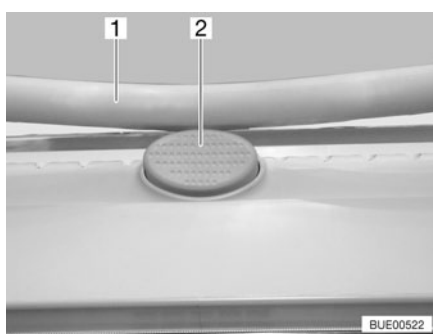

Fig. 67 Bouton de sûreté sur le lanterneau Heki
- Appuyer sur le bouton de sûreté (Fig. 67,2) et tirer l'étrier (Fig. 67,1) vers le bas avec les deux mains.
- Pousser l'étrier vers le haut avec les deux mains jusqu'à ce que ce dernier se trouve au-dessus du bouton de sûreté (Fig. 67,2).